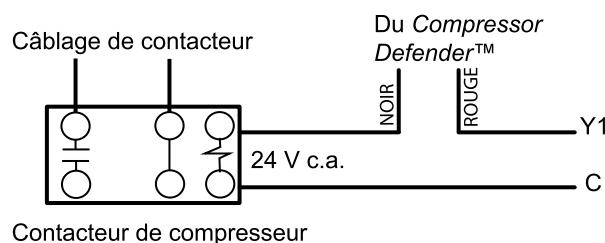

Figure 4. Câblage installateur 24 V c.a.
5. Raccorder le fil de thermostat 24 V c.a. fourni. Épissurer les fils de commande de thermostat du **Compressor Defender™** sur le fil de thermostat de la borne Y1 comme sur la Figure 4.